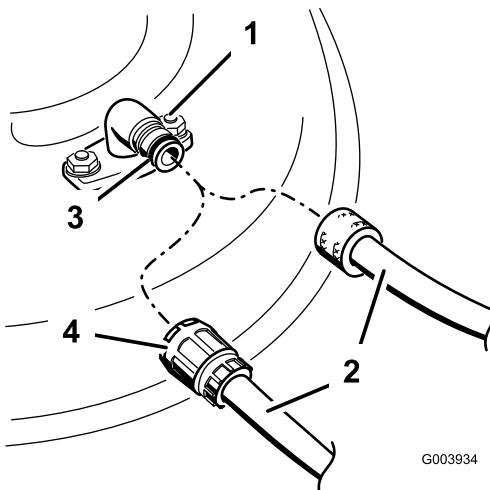

Figura 21
4. Montate il tubo flessibile sul raccordo di lavaggio e quindi aprite il rubinetto per erogare un getto forte (**Figura 21**).